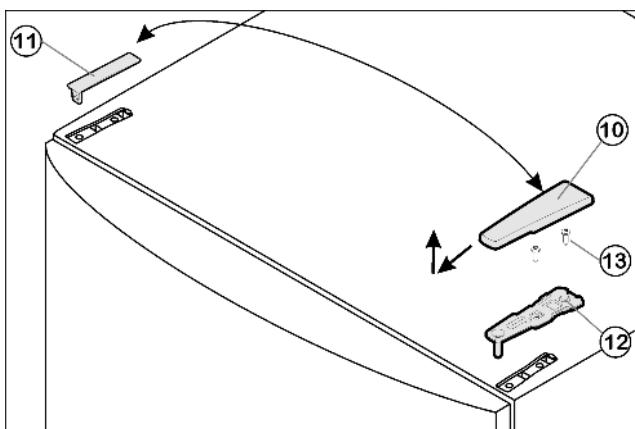

Fig. 4
- Потяните крышку Fig. 4 (10) вперед и вверх.
- Снимите крышку Fig. 4 (11).
- Открутите верхний опорный кронштейн Fig. 4 (12)(2 шт. Torx® 25) Fig. 4 (13) и вытяните вверх.
- Установите верхний опорный кронштейн Fig. 4 (12) на новой стороне шарнира и защелкните в дверце.
- Прикрутите верхний опорный кронштейн Fig. 4 (12) (**с моментом 4 Нм**)(2 шт. Torx® 25) Fig. 4 (13). При необходимости проделайте отверстия или используйте аккумуляторную отвертку.
- Защёлкните крышку Fig. 4 (10) и крышку Fig. 4 (11) на противоположной стороне.